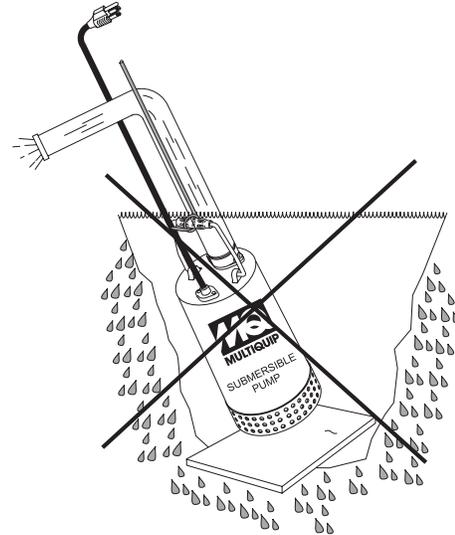

Figure 9. Pompe submersible en position verticale (Incorrect)
2. S'assurer de toujours placer la pompe en position verticale, non pas inclinée (Figure 9). Ne jamais positionner la pompe directement sur un fond souple et meuble. Ne pas oublier, pour obtenir une capacité de pompage maximum et éviter une usure excessive, de positionner la pompe de manière à ce qu'elle ne s'enfonce pas dans le sable ou l'argile.